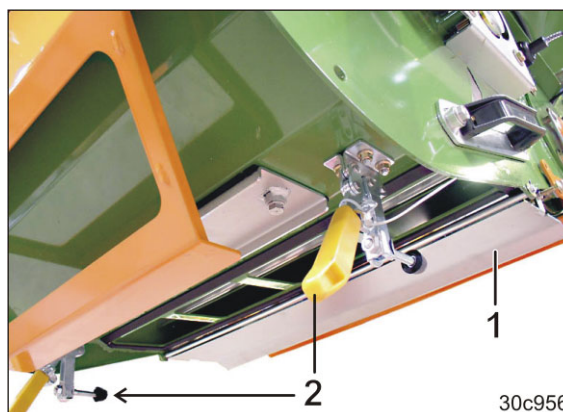

Рис. 263
2. Откройте клапан высевной коробки (Рис. 263/1).
Клапан фиксируется быстрозажимными приспособлениями (Рис. 263/2).